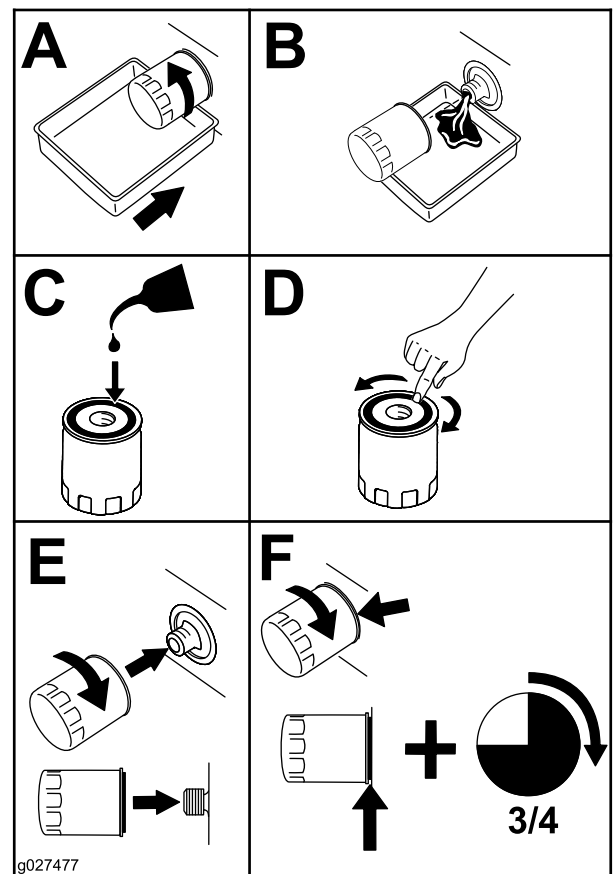

Bild 42
5. Wechseln Sie den Motorölfilter (Bild 42).